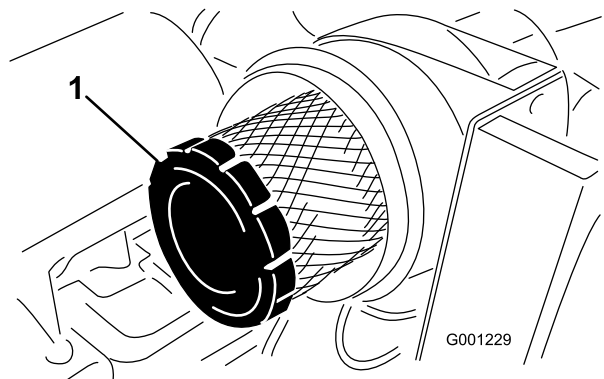

Figura 48
4. Togliete il filtro primario e sostituitelo (Figura 48).